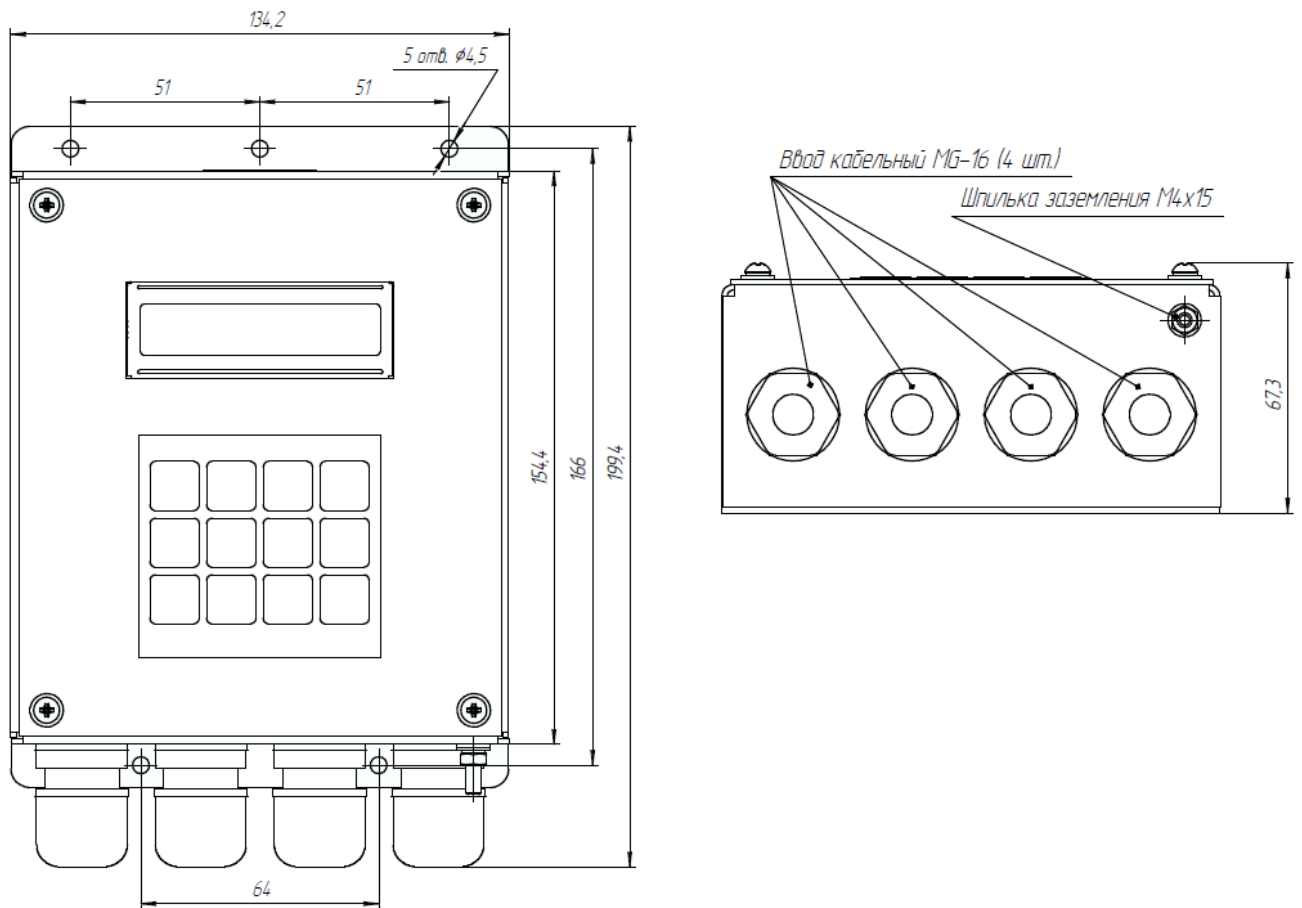

Рисунок 2 - Установочные размеры устройства ADPC-101
- уровень порога переключения 3В / 6В (устанавливается перемычками см Рис.2)